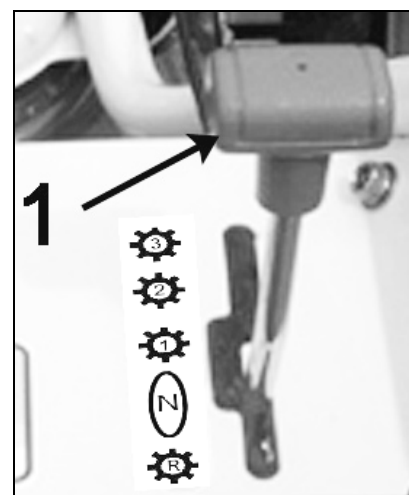

Figure 3
Il permet de sélectionner la vitesse d'avancement (figure 3, repère 1). La position (N) correspond au point mort.